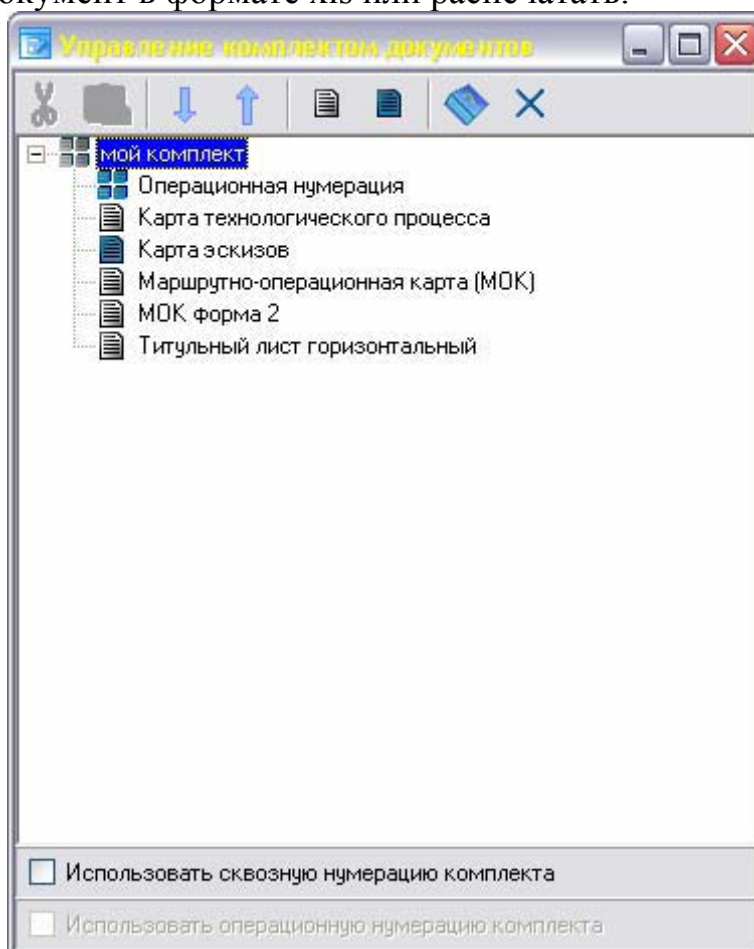

Рис.18. Окно управления комплектом документов
3. Нажать кнопку «**Комплект**» в поле **параметры**, на экране появится диалоговое окно «**Управление комплектом документов**» (рис. 18), в котором можно менять последовательность расположения карт при помощи кнопок  и .